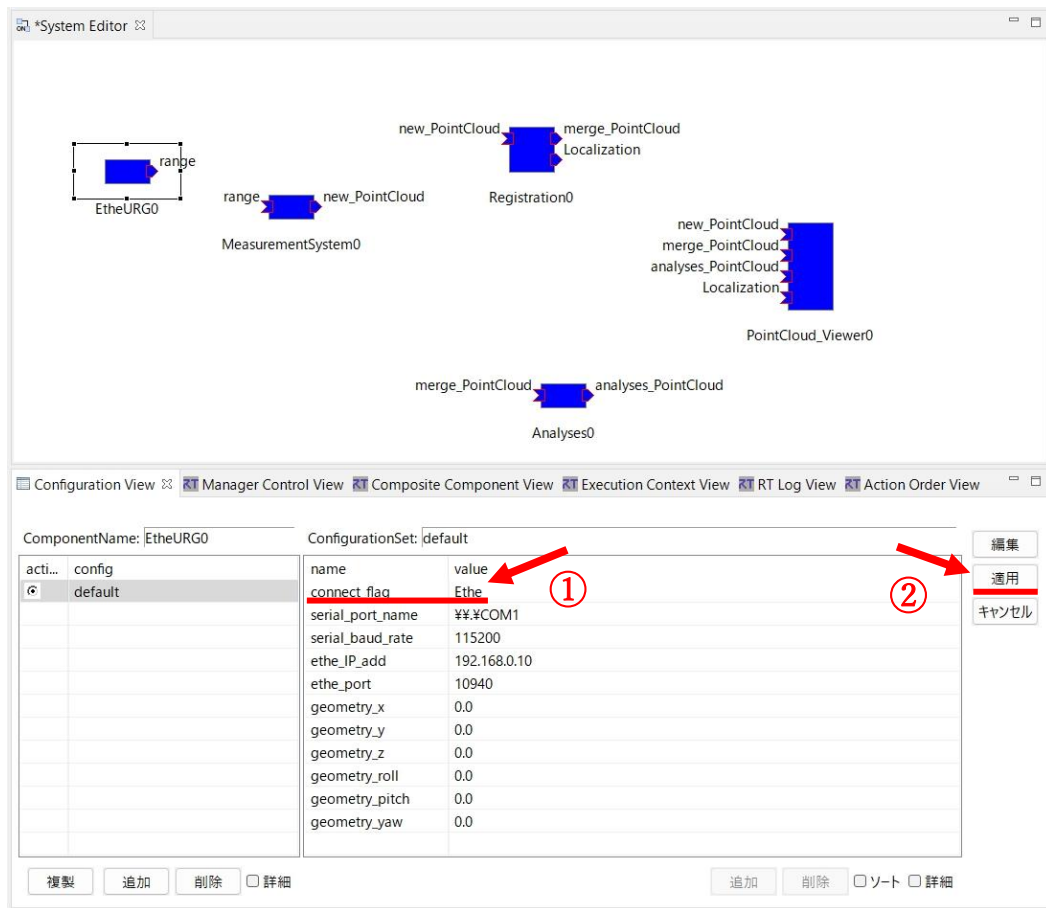
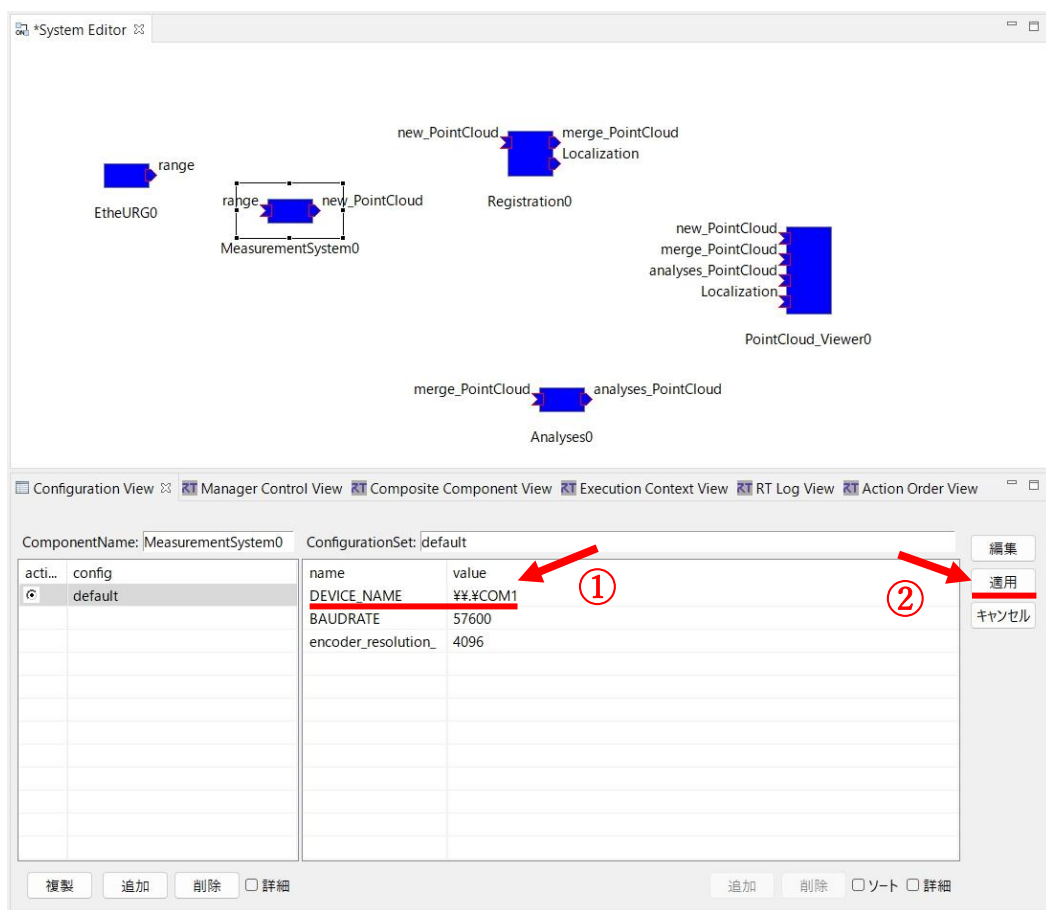

図 31 "EtheURG0" の Configuration ポート変更画面
図 32 "MeasurementSystem0" の Configuration ポート変更画面
- ⑪ 図 31 および図 32 のように[System Editor]上で，[EtheURG0]と[Measurement System0]，[PointCloud\_Viewer0]は画面中央下部の[Configuration View]で Configuration ポートのデータを変更できる．基本的に変更しないが，「3.3 開発した RTC の概要」の各項目を参考に[EtheURG0]と[MeasurementSystem0]において，使用するデバイスに対する適切な接続方法にポート名等を変更する必要がある．